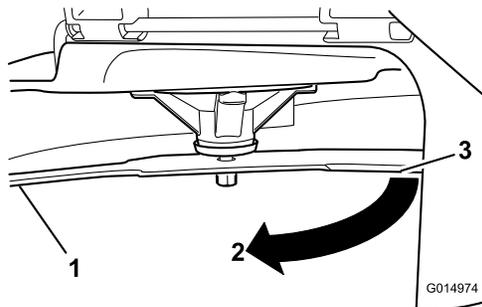

Figura 53
3. Segunda distancia medida entre cuchilla y superficie (B)
4. Gire la misma cuchilla 180 grados de manera que el otro extremo esté en la misma posición (Figura 53).